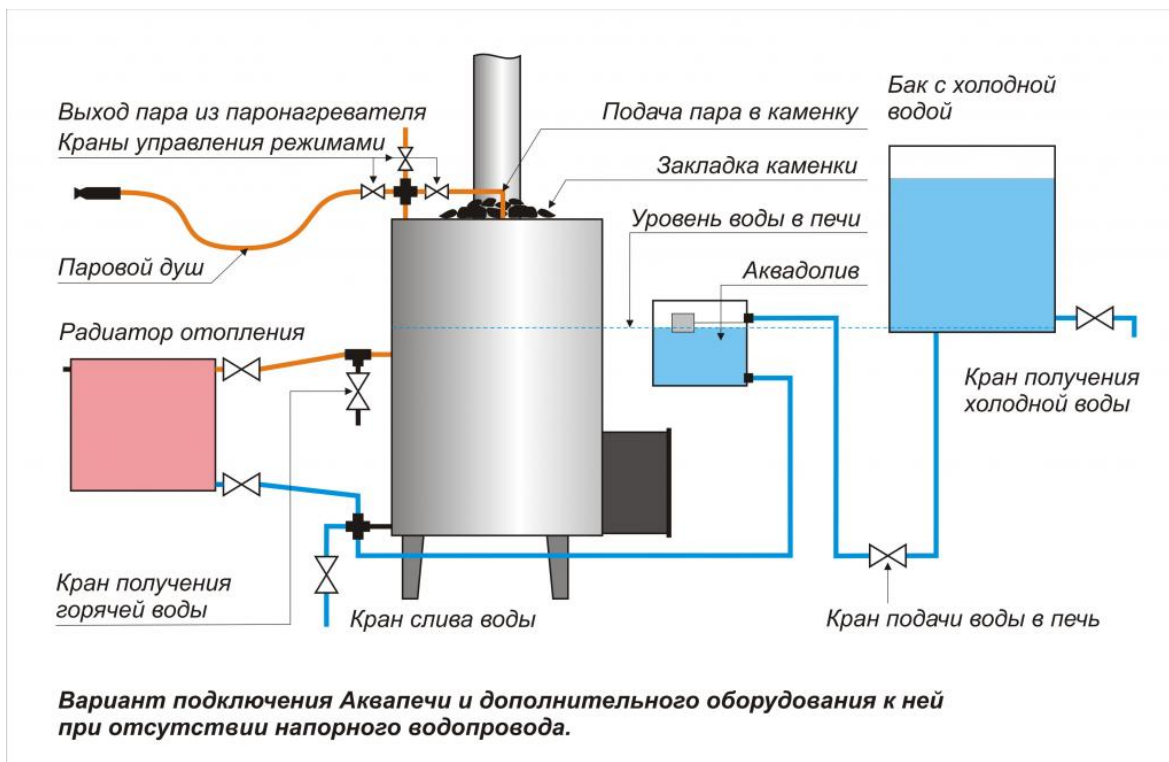

Рисунок 7: Практическая схема установки печи
- При открытии крана 1 (рисунок 7) (остальные краны закрыты) получаем более жаркий режим.
- При открытии крана 2 (рисунок 7) (остальные краны закрыты) получаем менее жаркий режим.
При наличии парового душа, открыв кран 3 (рисунок 7), можно исключить влияние пара на атмосферу в парной, направив его за пределы помещения.
Откройте кран 1 (рисунок 7) выхода пара из паронагревателя (остальные краны закрыты). Поддайте горячей воды в каменку, получив прибавку пара с закладки каменки. В дальнейшем при парении используйте пар из парового пирога.
Откройте кран 2 (рисунок 7) подачи пара в каменку (остальные краны закрыты). При парении используйте пар из парового пирога. При необходимости поддайте горячей воды в каменку, получив акцентную прибавку пара.
В процессе парения степень открытия/закрытия кранов управления режимами 1 и 2 (рисунок 7) можно изменять по своему усмотрению. Управляя кранами подачи пара и периодически подливая горячую воду в каменку, вы сможете подобрать для себя индивидуальный режим для парения.
Для создания режима «Хамам», печь топится в режиме экономичного горения. Откройте вентиляционные отверстия 6 и 7 (рисунок 5). Все остальные вентиляционные отверстия должны быть закрыты. Откройте кран 1 выхода пара из паронагревателя (рисунок 7).